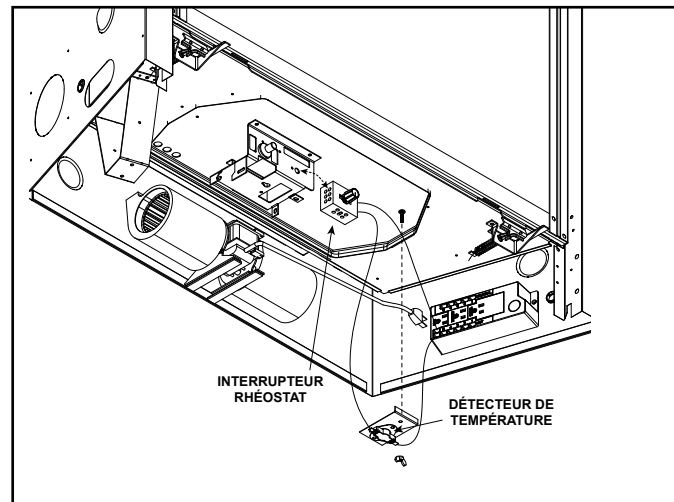

Figure 8.4 Schéma de câblage avec rhéostat
Si le ventilateur n'est pas installé pour fonctionner avec un interrupteur mural, le détecteur de température devra être installé. Voir la figure 8.4 pour l'emplacement du détecteur de température et le contrôle du ventilateur.
- Installez un rhéostat à l'emplacement indiqué à la figure 8.4.